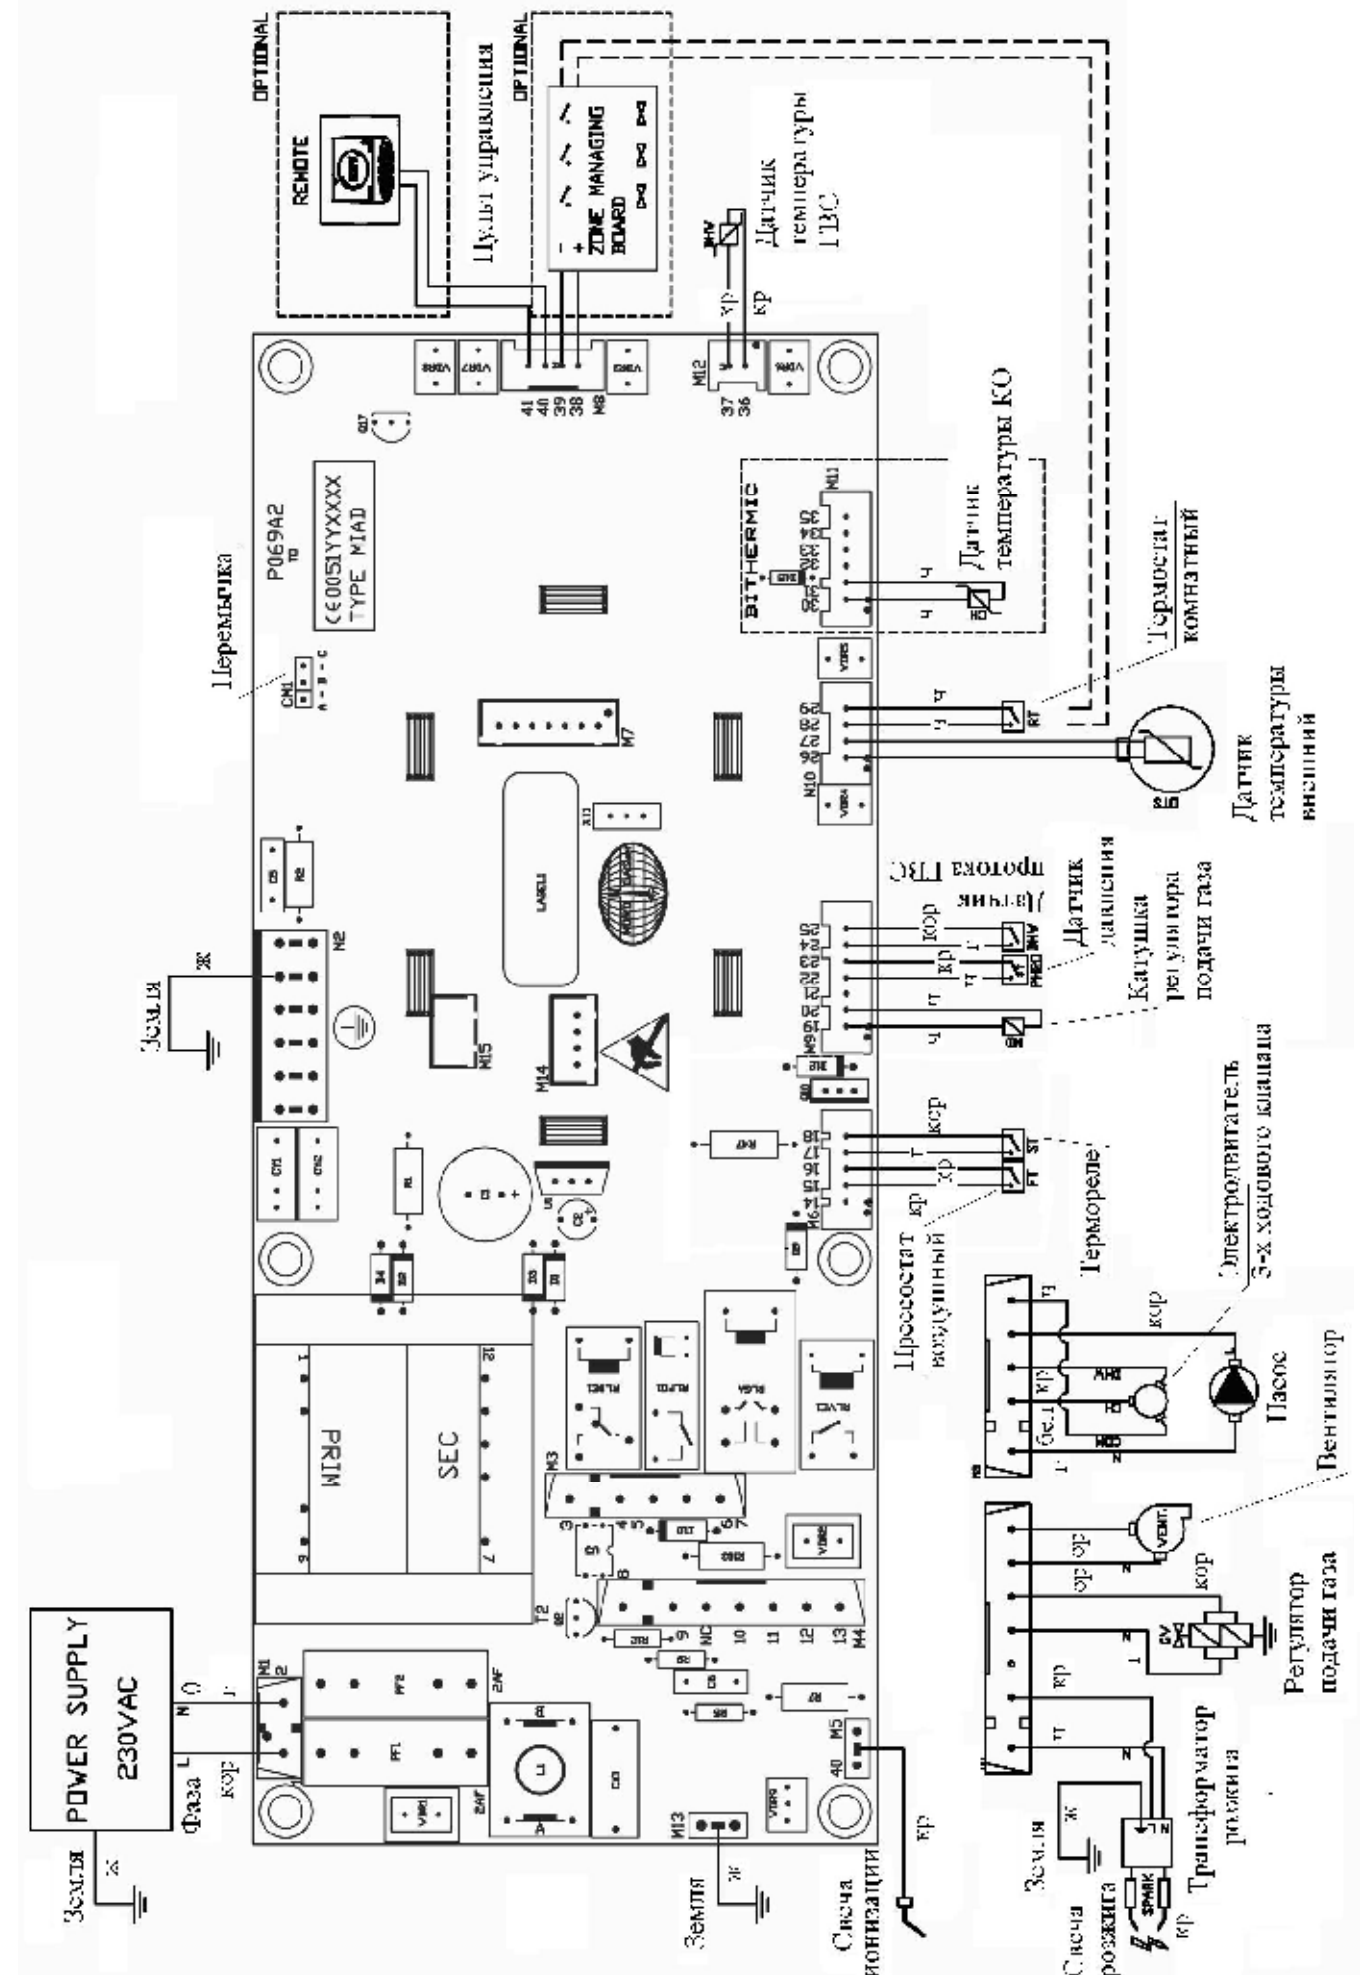

Рис. 6. Схема электрических соединений
- 5.1. Схема электрических соединений представлена на рис. 6.